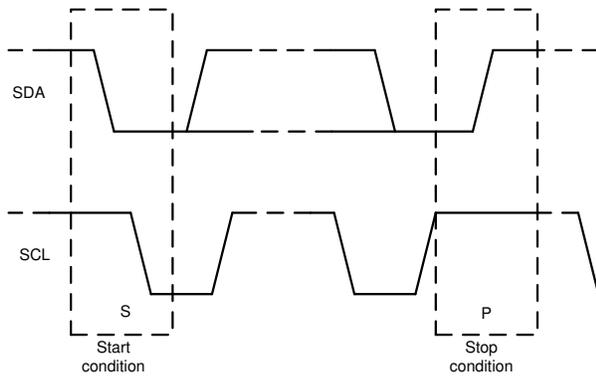

图 7-11. 启动和停止条件
1. 控制器通过产生启动条件来启动数据传输。图 7-11 显示，启动条件是当 SCL 为高电平时在 SDA 线上发生从高到低的转换。所有与 I²C 兼容的器件都会识别启动条件。
4. 图 7-11 显示，为指示数据传输结束，控制器通过在 SCL 线处于高电平期间将 SDA 线从低电平拉至高电平来产生停止条件。此操作将释放总线并停止与寻址的目标器件之间的通信链路。所有与 I²C 兼容的器件都会识别停止条件。在收到停止条件后，将释放总线，然后所有目标器件等待启动条件，接着是匹配的地址。